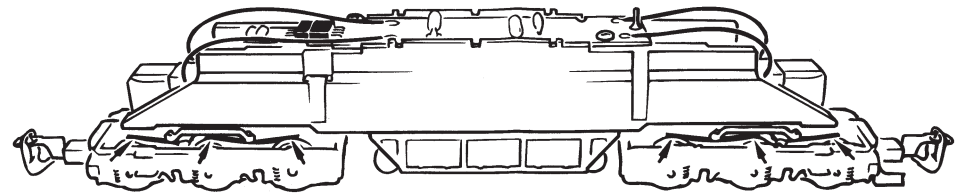

Fig. 10
**5. Kohlebürstenwechsel:** Lokgehäuse abnehmen (Fig. 3). Danach werden die **Kohlebürsten** bzw. der Motor ausgewechselt (Fig. 10).
**5. Remplacement des balais du moteur:** Démontez la caisse (voir fig 3). Démontez ensuite le moteur et échangez le balais ou le moteur (fig. 10).
**5. Het vervangen van de koolborstels:** Loc-kap verwijderen (Fig. 3). Daarna tilt u de motor eruit en kunt u de borstels vervangen (Fig. 10).